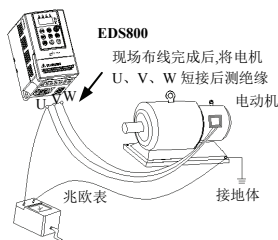

图 1-1 电机绝缘检查示意图
- (1) EDS800 系列变频器为电压型变频器，使用时电机的温升、噪声和振动与工频运行相比较略有增加，属正常现象。
- (2) 如果需要以低速恒转矩长期运行，必须选用变频电机。若使用一般的异步交流电机低速运行时，应监控电机温度或采取强制散热措施，以防烧毁电机。
- (3) 减速箱及齿轮等需要润滑的机械装置在长期低速运行时，可能由于润滑效果变差造成损坏，请事先采取必要措施。
- (4) 若超过电机额定频率运行时，除了考虑电机的振动、噪音增大外，还必须确保电机轴承及机械装置的使用速度范围，请务必事先确认。
- (5) 对于提升设备和大惯性之类的负载，变频器常会因产生过流或过压故障而跳闸，为保证正常工作，应考虑选配适当的制动组件。
- (6) 应通过端子或其它正常的命令通道对变频器进行起停控制。严禁在变频器输入侧使用接触器等强电开关直接频繁起停操作，否则会造成设备损坏。
- (7) 如果需要在变频器输出和电机之间安装接触器等开关器件，请确保变频器在无输出时进行通断操作，否则可能会损坏变频器。
- (8) 变频器在一定的输出频率范围内，可能会遇到负载装置的机械共振点，可设置跳跃频率来避开。
- (9) 使用前，应确认电源电压在允许的工作电压范围之内，否则应做变压处理或订购特种变频器。
- (10) 在海拔高度超过 1000 米的条件下，变频器应降额使用，每增加 1500 米高度输出电流约降低额定电流的 10%。
- (11) 电机在首次使用或长时间放置后再使用之前，应做电机绝缘检查。请使用 500V 电压型兆欧表按图 1-1 所示进行检查，绝缘电阻不得小于 $5\text{ M}\Omega$ ，否则有损坏变频器的可能。